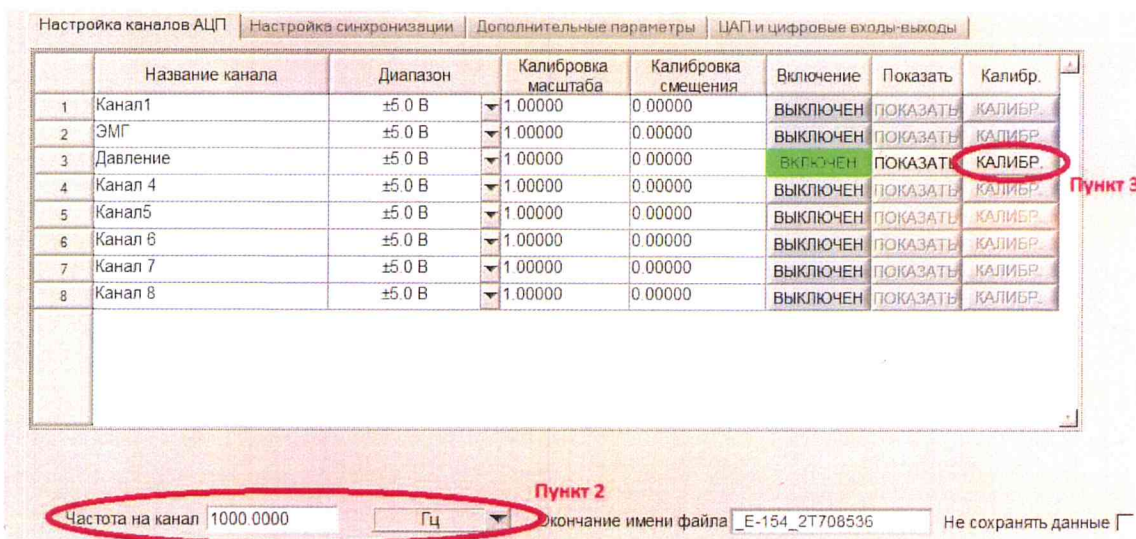

Рисунок 43. Настройка каналов АЦП
- 3) В окне «Настройка каналов АЦП» найдите кнопку «КАЛИБР.» в разделе «Калибр.» напротив калибруемого канала и нажмите на нее (рисунок 43);